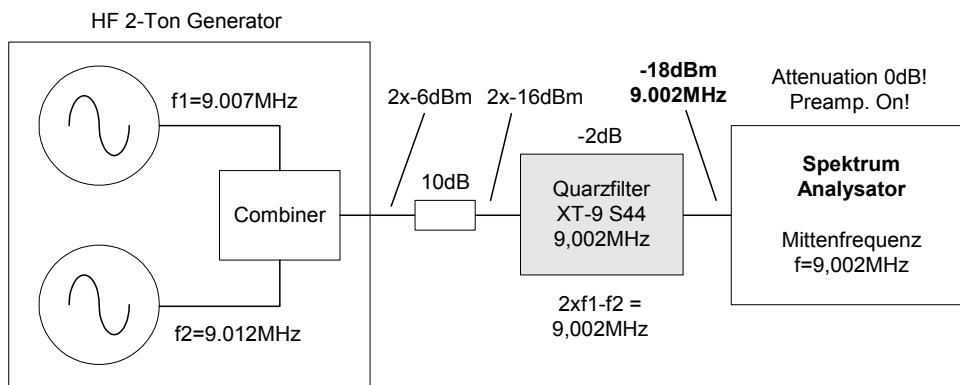

**Bild 5: IM3-Messung an einen Direct-Sampling Digital Receiver, IMD3 >100dBc**
- im Gegensatz zu analogen Empfängern - seinem größten IM-freien Dynamikbereich. Bild 5 zeigt die IMD3-Verzerrung eines direkt abtastenden 14Bit SDR's, mit IM3-Abständen von über 100dB.